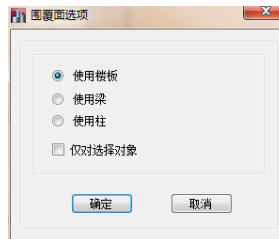

图 4-12 围覆面选项对话框
2. 点击菜单：绘图>自动绘制围覆面命令，弹出如图 4-12 所示的围覆面选项对话框。